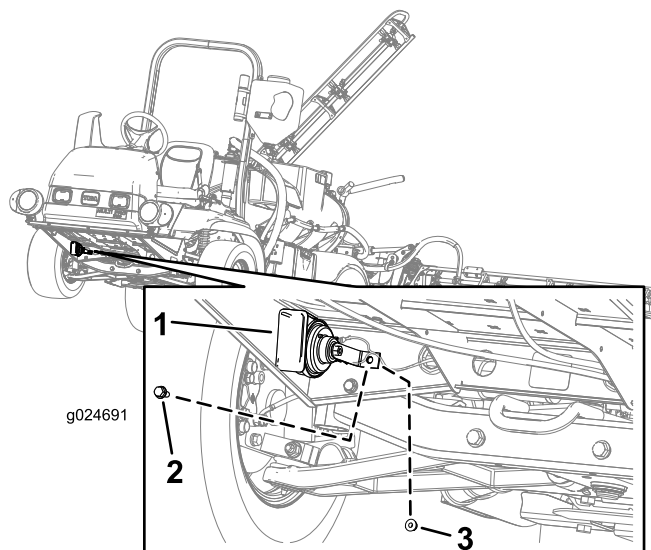

図 21
- 3. 90° ブラケットの短い方の足にあつ穴を、後プラットフォームのチャネルの穴に合わせる 図 21。
- 4. プラットフォームのチャネルに、90° ブラケットを取り付けるフランジヘッドねじ 5/16 x 3/4 インチ、フランジロックナット 5/16 インチで 図 21 のように取り付ける。